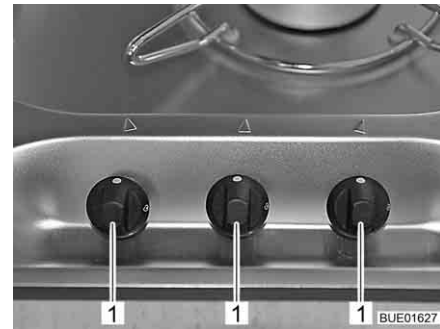

Fig. 216 Boutons de commande pour le réchaud à gaz
- Tourner le bouton tournant (Fig. 216,1) du brûleur désiré en position d'allumage (grande flamme).